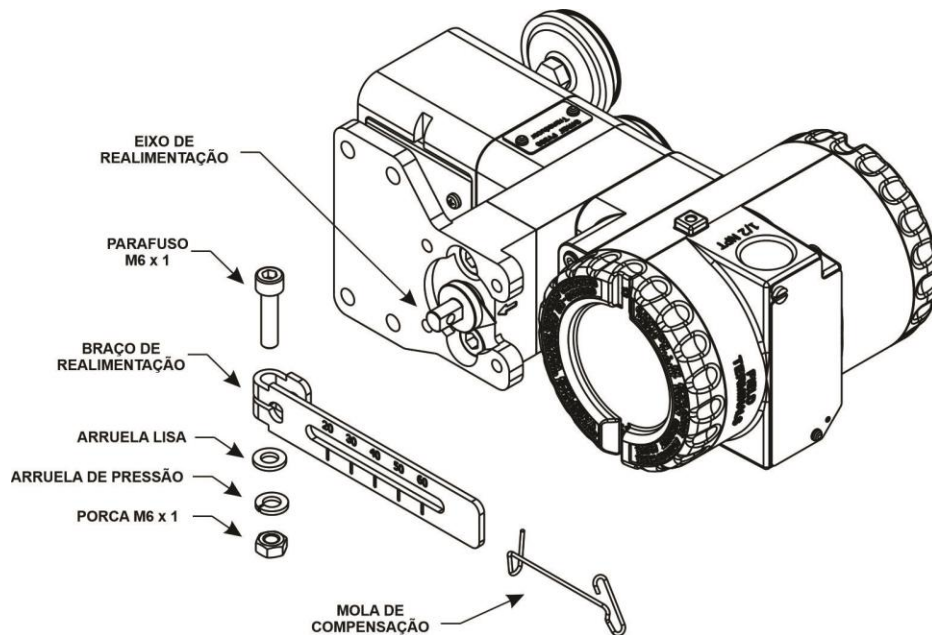

Figura 1.11 – Montagem do braço de realimentação
5. Conecte o braço de realimentação à extremidade do eixo de realimentação do FY500 com parafuso M6x1, porcas sextavadas M6, arruelas de pressão e arruelas lisas. As marcações no braço de realimentação devem ficar visíveis para o operador/instalador. Instale a mola de compensadora no braço de realimentação. Veja figura 1.11.